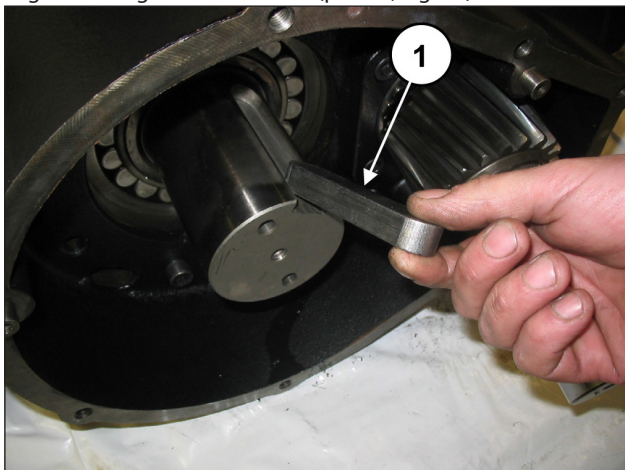

Fig. 13
Togliere la linguetta dall'albero (pos. ①, Fig. 13).